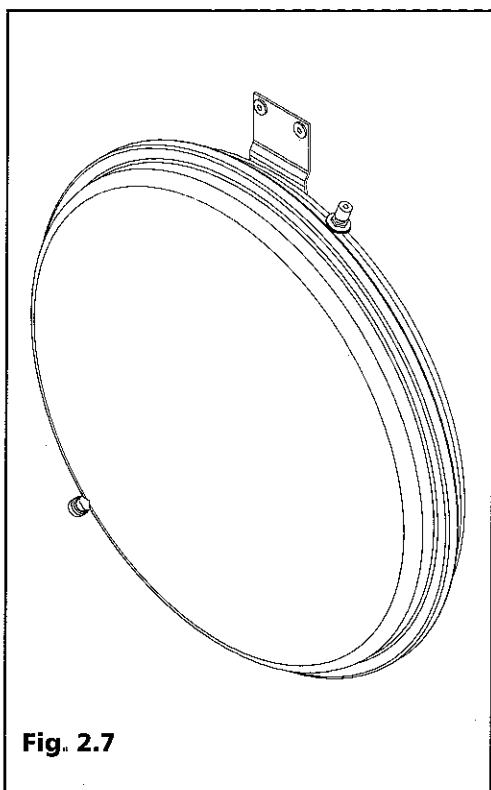

Fig. 2.7
2.6 Vaso di espansione (Fig. 2.7)